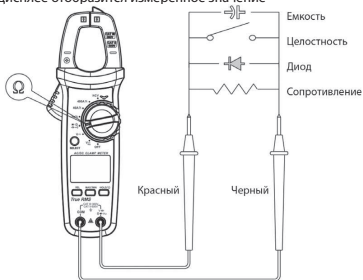

Рис. 4 Проверка целостности, измерение сопротивления, проверка диода, измерение ёмкости
7.3 Проверка целостности, измерение сопротивления, проверка диода и измерение ёмкости (см. рис. 4)